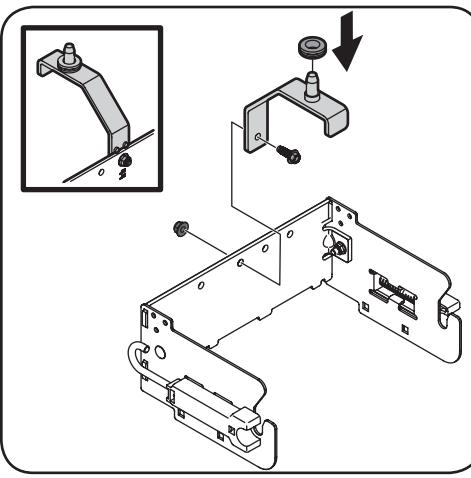

Figura 1-2
- Voltee el conjunto del soporte y Monte la mensula de soporte (Ref. n°2) en el orificio central del soporte posterior con el tornillo hexagonal (Ref. n°8) y tuerca de seguridad bridada (Ref. n°10). Vea la Figura 1-2.
- Ponga la arandela de goma en el pasador de la parte inferior de la mensula de soporte. Vea el recuadro de la Figura 1-2.